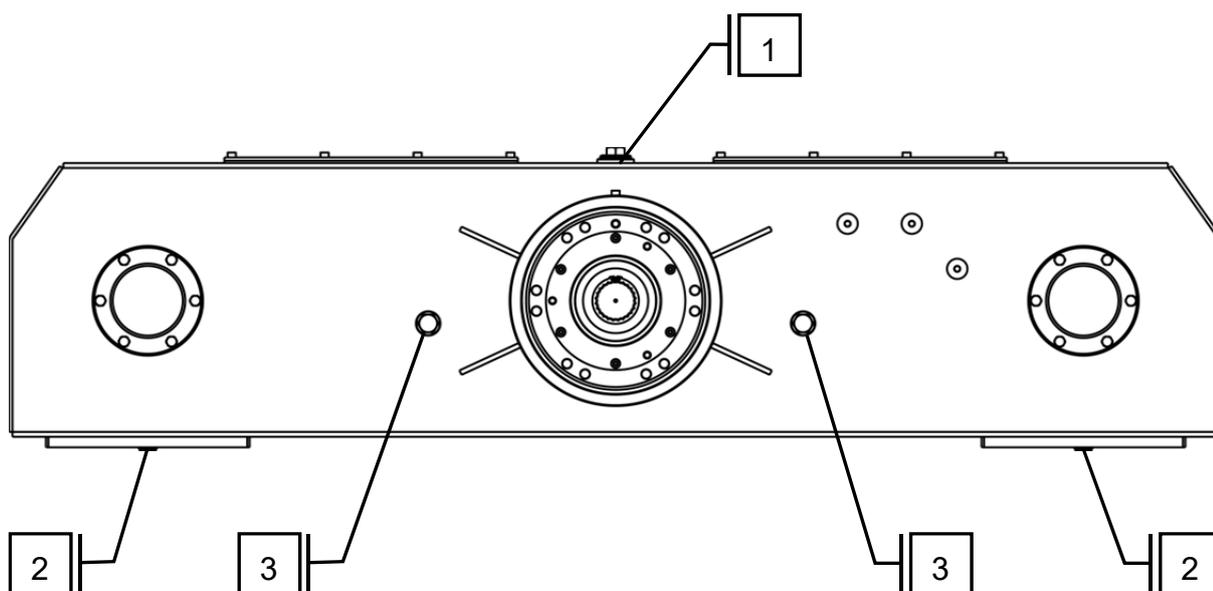

Рис. 44- Замена масла внутри коробок передач
2. поместите емкость для отработанного масла под сливные пробки 2 (рис. 44) в передней и задней частях коробки передач
3. сначала отвинтите заливную пробку 1 (рис. 44), а затем сливные пробки 2 (рис. 44) в передней и задней частях коробки передач
5. вверните сливные пробки 2 (рис. 44) и залейте в бортовые редукторы 22 литра нового масла через заливное отверстие в верхней части коробки передач 1 (рис. 44).
6. уровень масла будет правильным, когда он достигнет нижнего края контрольного зазора 3 (рис. 44). Контрольный зазор расположен на внутренней стороне коробки передач.